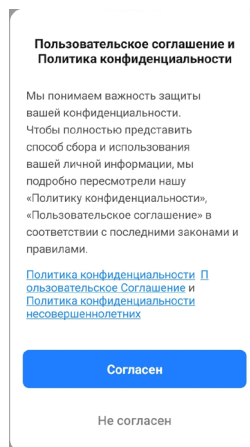
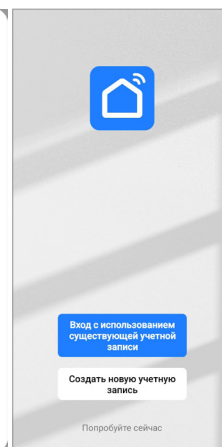

Рис. 2-1
Рис. 2-2
2.2. Вы получите уведомление (рис. 2-1), нажмите «Согласен», чтобы перейти на страницу входа в систему или регистрации (рис. 2-2).